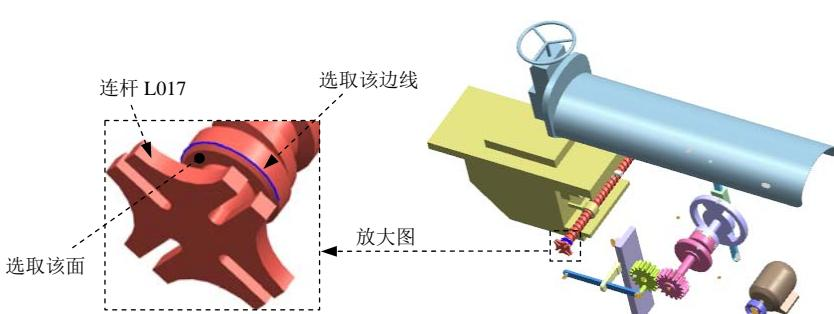

图 10.9.24 定义旋转副（八）
- (1) 定义运动副类型。在“运动副”对话框 **定义** 选项卡的 **类型** 下拉列表中选择  **旋转副** 选项。
- (2) 选择连杆。将连杆 L016 隐藏，然后选取图 10.9.24 所示的连杆 L017。
(3) 定义原点及矢量。在“运动副”对话框的✓ 指定原点下拉列表中选取“圆弧中心”选项，在模型中选取图10.9.24所示的圆弧为定位原点参照；选取图10.9.24所示的面作为矢量参考面，单击按钮，使方向向里。
(4) 单击应用按钮，完成第十六个运动副的添加。